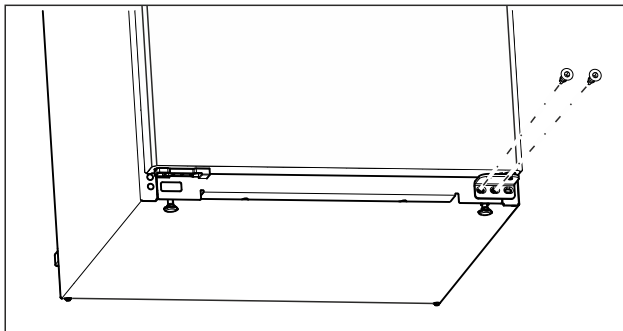

Fig. 6
- ▶ Skru ut den midtre skruen med skrutrekkeren Torx 20 på den nedre lagerbukken. (se Fig. 6)
- ▶ Skru ut den innvendige skruen med skrutrekkeren Torx 20 på den nedre lagerbukken. (se Fig. 6)